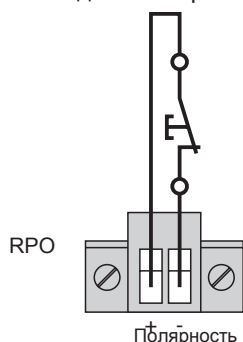

Рисунок 24.
- Подключить размыкающий контакт между двумя выводами разъема, как показано на Рис. 24.